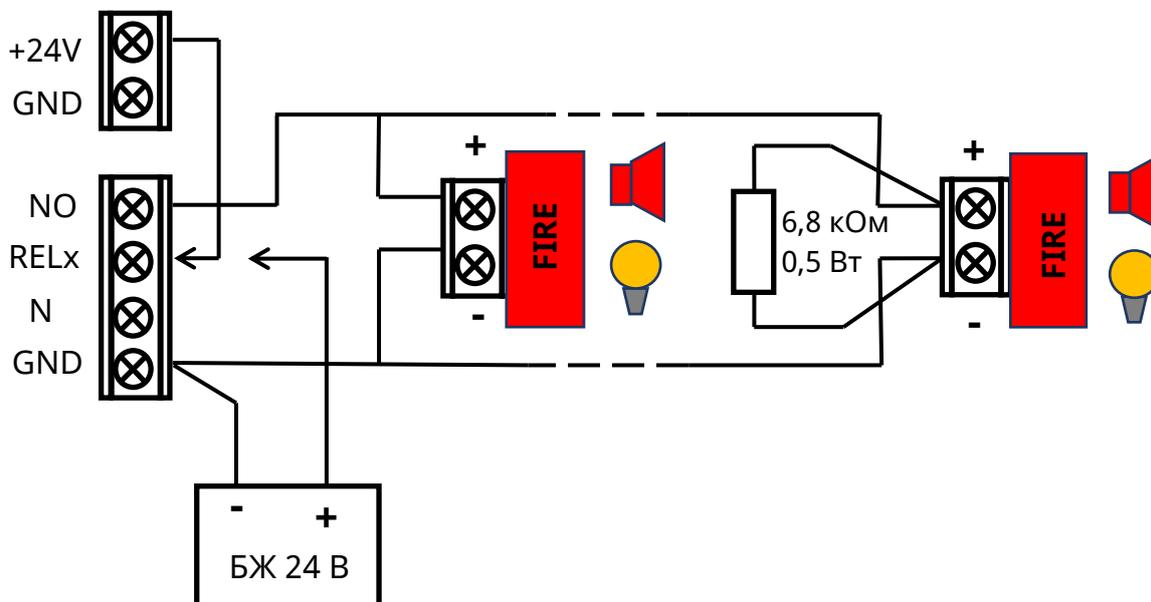

Рисунок 5.3 – Підключення оповіщувачів
5.3.4.1 ППКП містить 2 релейні виходи, до яких можна підключити пристрої оповіщення. Приклад підключення оповіщувачів до одного з виходів наведений на рис. 5.3. Підключення оповіщувачів до виходу REL2 аналогічне. При живленні оповіщувачів від ППКП необхідно встановити перемичку між входом RELx та виходом +24V (x – номер реле). В кінці лінії встановлюється кінцевий резистор 6,8 кОм, 0.5 Вт.